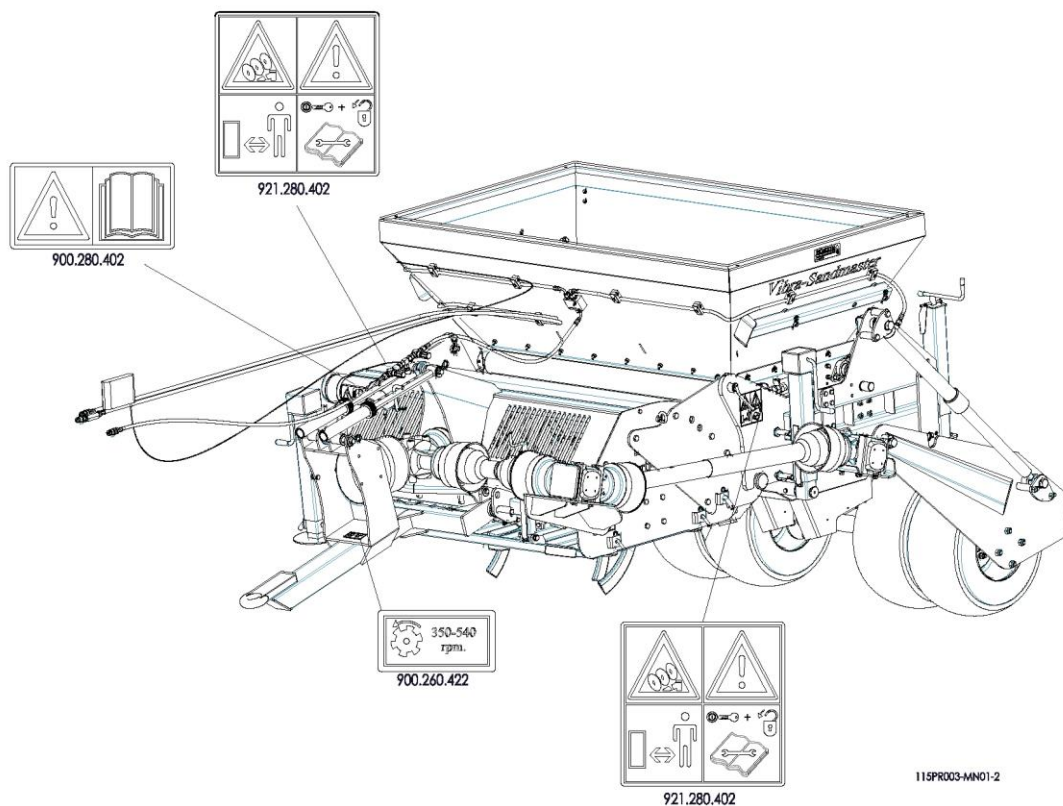

Fig. 5
Su entrambi i lati della Vibra-Sandmaster vengono riportati adesivi di sicurezza (Fig. 5) con un significato equivalente. Questo adesivo di sicurezza deve essere sempre ben visibile e leggibile, e, se danneggiato, deve essere sostituito.
(7) Posizione degli adesivi di sicurezza. (Fig 5.)